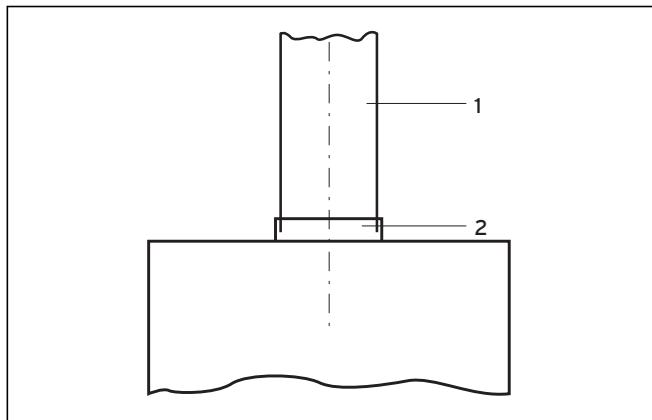

Рис. 5.1 Подключение к дымоходу
- Установите трубу дымохода (1) в патрубок трубы дымохода (2) на предохранителе тяги, см. рис. 5.1 «Подключение к дымоходу». Следите за тем, чтобы труба газохода правильно располагалась в патрубке.